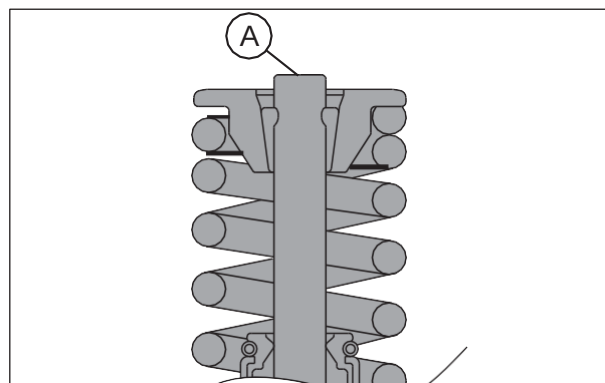

Fig. 3.64
- Revise el extremo del vástago de la válvula (A) en busca de desgaste. Si evidencia alguna anomalía cambie la válvula por una nueva. (Fig. 3.64)